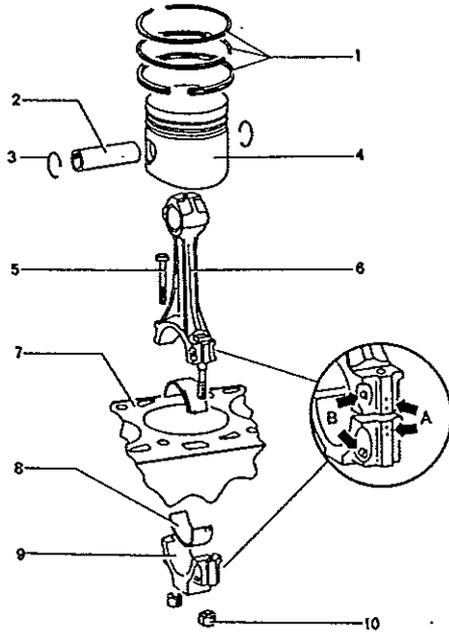
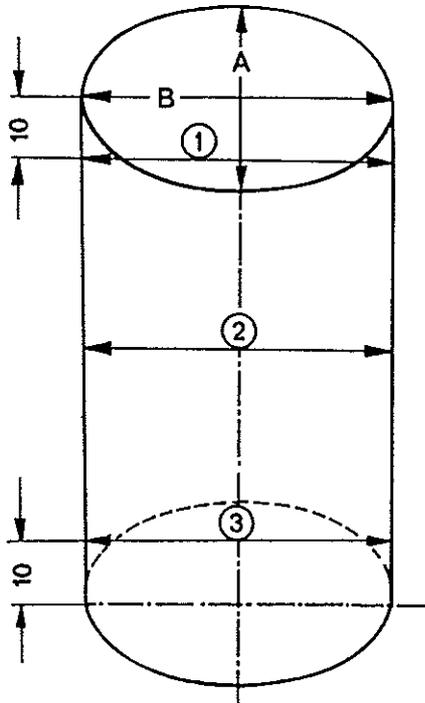

Bild 18: Pleuel mit Kolben
Bild 24: Maße für Zylinderbohrung
(5) Pleuelschraube
(6) Pleuelstange
- Zugehörigkeit zum Zylinder kennzeichnen (siehe Bild 18 -A-)
- Einbaulage: Die Markierung (B) zeigen zur Keilriemenscheibenseite
(7) Zylinderblock
- Zylinderbohrung überprüfen (siehe Bild 24)
- Untere Pleuelstangenlagerdeckel entsprechend ihrer Zylinderzugehörigkeit und Einbaulage (siehe Bild 18) montieren.